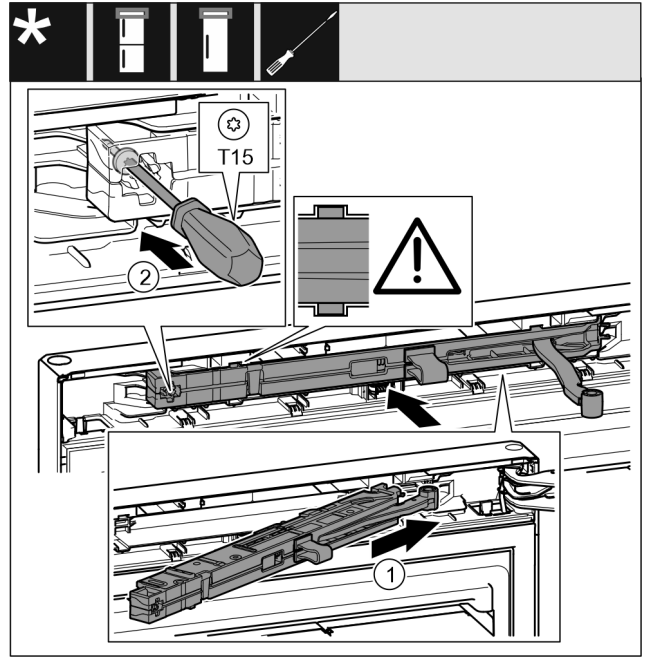

Fig. 29
- ▶ Uždarymo amortizatoriaus mazgą Fig. 29 (1) atraminės gembės pusėje įstrižai įstumkite į angą.
- ▶ Atsuktuvu prisukite varžtą Fig. 29 (2).